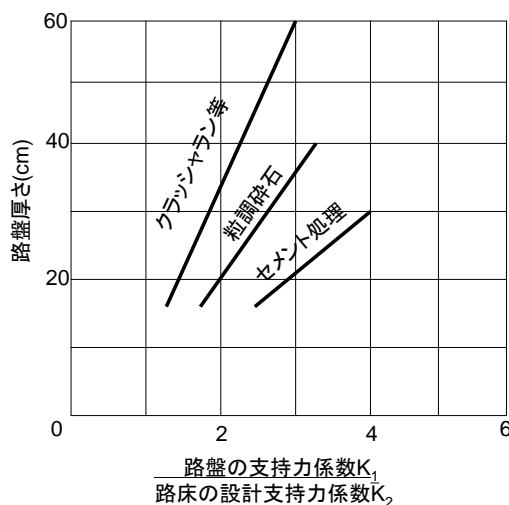

Figure 1
- 路床の設計支持力係数が $60(MN/m^3)$ である。下層路盤をクラッシュラン路盤で 30cm 厚さにするとすれば、路盤面の支持力係数 $K_1 = 210(MN/m^3)$ とするためには、上層路盤を粒度調整砕石とした時の必要厚さは(ネ)(cm)である。また、セメント安定処理とした時は(ノ)(cm)である。(Figure 1 参照)。